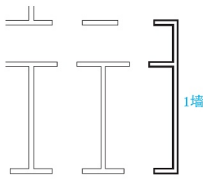

图 2.138 将合并后的墙线加粗
⑤ 在输入选项, 【打开(O)/合并(J)/宽度(W)/编辑顶点(E)/拟合(F)/样条曲线(S)/非曲线化(D)/线型生成(L)/放弃(U)]: 提示下, 输入“W”后按 Enter 键, 表示要改变线的宽度。
⑥ 在**指定所有线段的新宽度**: 提示下, 输入“50”, 表示将线的宽度由“0”改为“50”。
⑦ 按 Enter 键结束命令, 结果如图 2.138 所示。